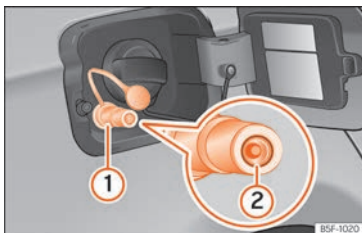

Fig. 265 Sportellino del serbatoio aperto: bocchettone di rifornimento del gas (1), anello di tenuta del bocchettone di rifornimento (2).
- Togliere il tappo del bocchettone di rifornimento del gas » » » fig. 265 (1).